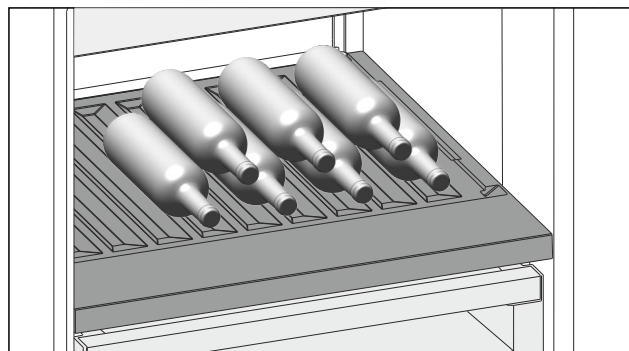

Fig. 117
- A palackokat az aljukkal hátrafele helyezze a hátfalhoz. (lásd Fig. 117)